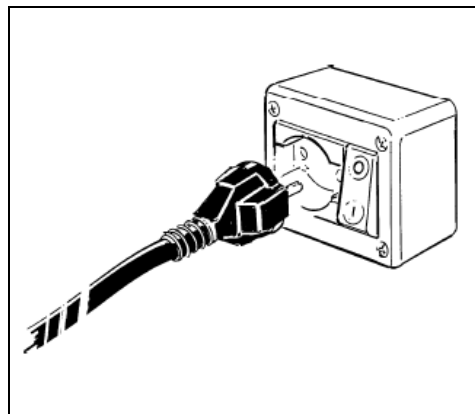

Fig. 3
- Insérer la fiche dans la prise d'alimentation électrique (fig. 3).